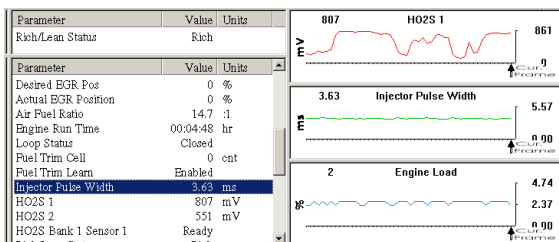

Figure 3.6 : affichage de données en direct, affichage de graphique
- 7 Cliquez sur le bouton **OK** pour afficher les graphiques. Les graphiques apparaîtront du côté droit de la zone d'affichage tel qu'illustré à la Figure 3.6 à la page 92.